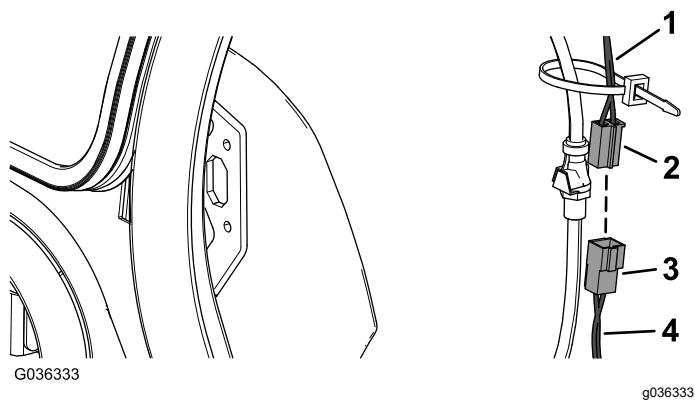

図 9
1. キットのワイヤハーネスのオスのコネクタを、キャブのワイヤハーネスのメスのコネクタに接続する 図 9。